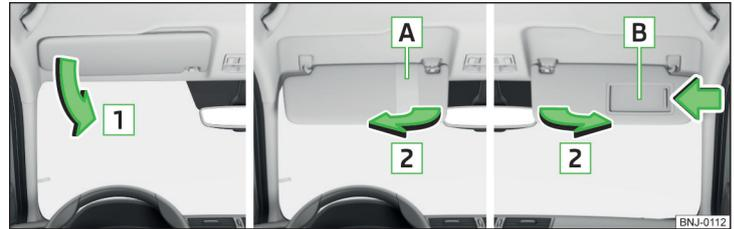

Abb. 53 Blende herunterklappen / Blende hochklappen / Make-up-Spiegel und Parkzettelhalter
**Bedienung und Beschreibung der Sonnenblende** » Abb. 53